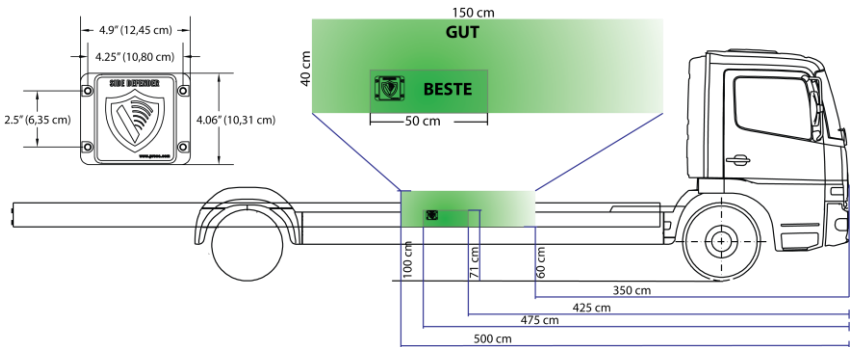

Abbildung 5. Sensorposition am Fahrzeug
1. Eine geeignete Stelle für die Montage des Sensors wählen (siehe Abbildung 5).